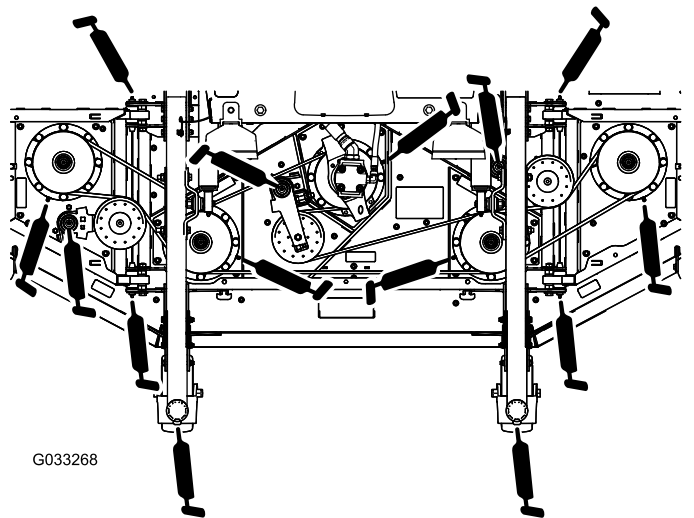

Figura 80
- 2 boccole dell'albero della forcella della ruota orientabile (Figura 80)
- 5 cuscinetti dell'albero del fusello (situati sull'alloggiamento del fusello) come illustrato nella Figura 80
- 3 boccole del perno di articolazione del braccio del tendicinghia (situate sull'albero del perno di articolazione del tendicinghia) come illustrato nella Figura 80
- 4 boccole del piatto delle alette (situate sui perni del perno di articolazione delle alette) come illustrato nella Figura 80